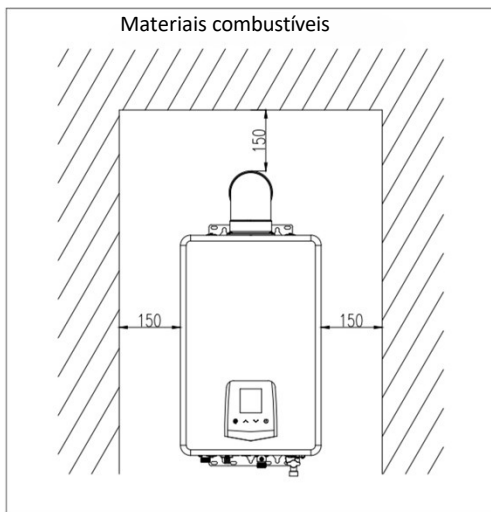
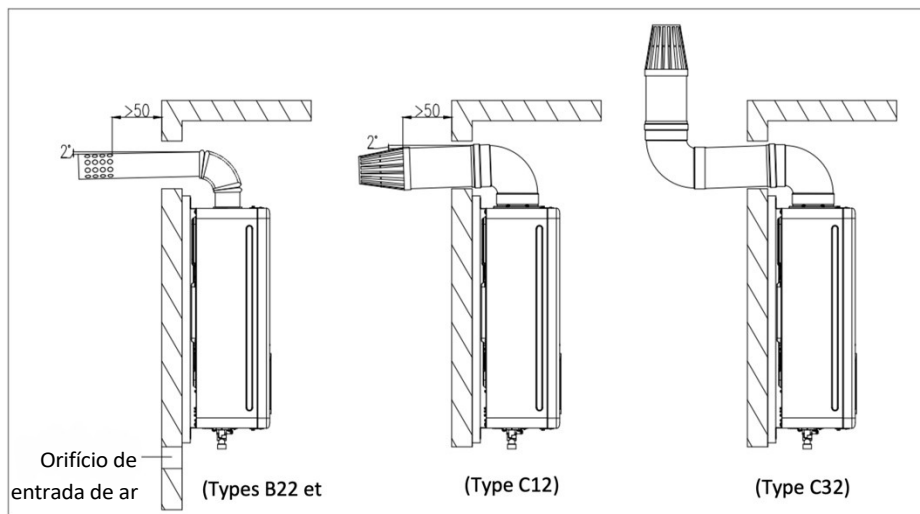

Fig. 7 (Unité : mm)
Fig. 16a (unidade: mm)
- O aquecedor de água a gás deve ser mantido afastado de materiais combustíveis, a uma distância mínima indicada na Fig. 7.
- (2) O comprimento do tubo de escape deve ser inferior a 3 m e o número de curvas não deve exceder 3 (uma curva equivale a 1 m de tubo reto).
- (3) A distância horizontal do conduto de fumos deve ser a mais curta possível. A extremidade do conduto de fumos deve apresentar uma inclinação descendente de 20 (Fig. 16a), para permitir o escoamento da água de condensação.
- (4) A distância entre o tubo de fumos e os materiais combustíveis deve ser superior a 150 mm. Se o tubo de fumos tiver de atravessar materiais combustíveis ou uma parede, deve utilizar-se material de proteção térmica para preencher o tubo de fumos com uma espessura superior a 20 mm. (Ver fig. 7)
- (5) Não coloque cimento entre o conduto de fumos e a parede, a fim de facilitar a manutenção.
- (6) O conduto de fumos deve estar bem fixado. A parte de ligação pode ser coberta com uma folha autocolante para evitar que os gases residuais regressem à divisão.
- (1) Utilize um tubo de escape recomendado e aprovado pela nossa empresa, consultando a figura 16a para obter informações sobre o método de instalação. Se o tubo de escape for demasiado curto, pode prolongá-lo de forma adequada. Verifique o tubo de escape semestralmente para detetar eventuais danos ou fugas. Instale o tubo de escape após fixar o corpo do aquecedor. Comece por passar o conduto de fumos fixado através do orifício na parede e, em seguida, insira suavemente o cotovelo na saída de escape do aquecedor. A extremidade do conduto de fumos deve apresentar uma inclinação de 2° para baixo (Fig. 16a), caso contrário, a chuva poderá entrar no aquecedor e danificá-lo.
- (2) O comprimento do conduto de fumos deve ser inferior a 3 m e o número de curvas não deve exceder 3 (uma curva equivale a 1 m de tubo reto).
- (3) A distância entre o conduto de fumos e os materiais combustíveis deve ser superior a 150 mm. Se o conduto de fumos tiver de atravessar materiais combustíveis ou uma parede, deve utilizar-se um material de proteção térmica para revestir o conduto de fumos com uma espessura superior a 20 mm. (Ver Fig. 7)
- (4) Não deve ser utilizado cimento entre o conduto de fumos e a parede, a fim de facilitar a manutenção.
- (5) O conduto de fumos deve ser fixado de forma segura. A parte de ligação pode ser coberta com uma folha autocolante para evitar que os gases residuais regressem à divisão.
- (6) O comprimento mínimo permitido para o tubo de escape deste produto é de 320 mm. Quando o comprimento do tubo de escape estiver entre 320 e 750 mm, deve ser utilizado um anel de restrição (φ 43 mm) (tipo C12, C32, B22). Precauções para a instalação do tubo de escape